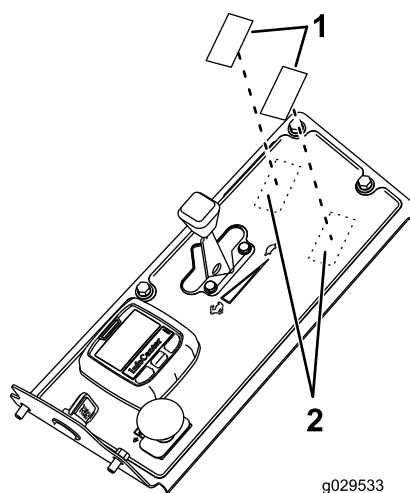

Figura 23
5. Retire los 2 tapones de la parte superior del panel de control y retírelos (Figura 23).